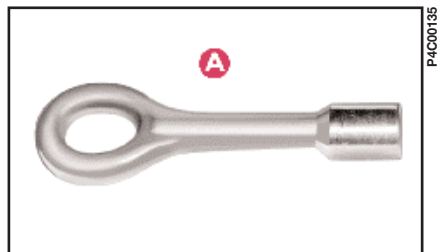
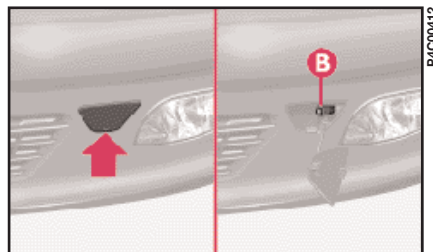
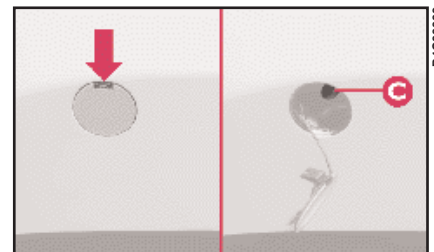

fig. 42
fig. 43
fig. 44
3) Avvitare a fondo l'anello **A** (fig. 42) sul perno filettato **B** (fig. 43) o **C** (fig. 44) che si rende visibile con l'asportazione del tappo.
B - ancoraggio anteriore (fig. 43).
C - ancoraggio posteriore (fig. 44).